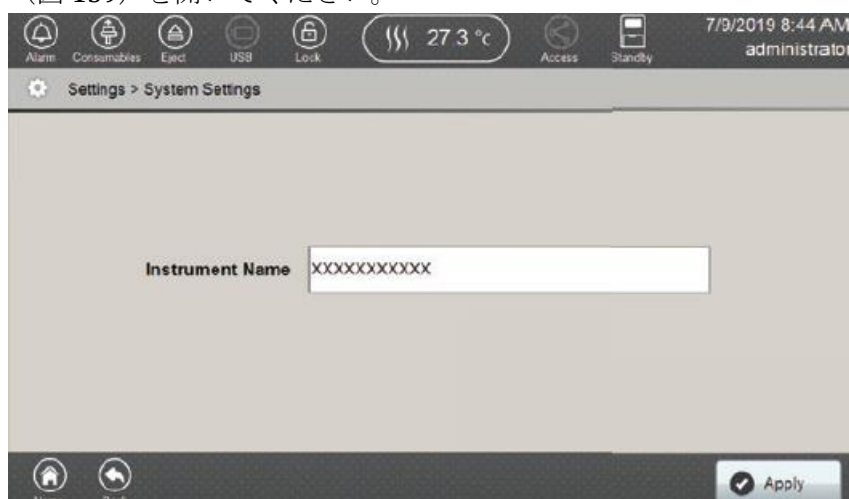

図 159 System Settings 画面
1. Settings 画面 (図 158) から **System Settings** を選択し、System Settings 画面 (図 159) を開いてください。